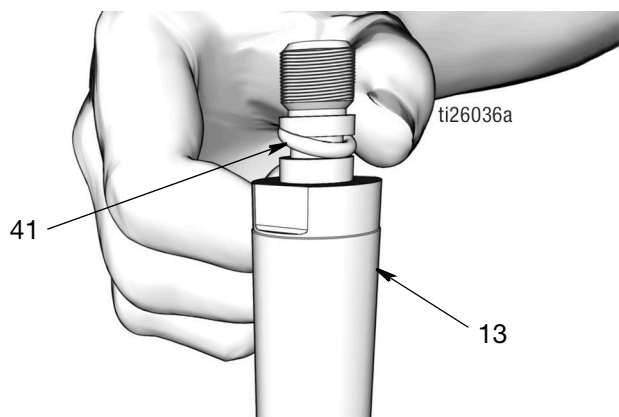

FIG. 47
- Utiliser un chiffon propre pour essuyer la tige de piston (13) et le piston (6) et supprimer toute saleté ou tout contaminant. Examiner les surfaces et rechercher d'éventuels rayures ou dégâts. Remplacer les pièces endommagées.
- Appliquer une mince couche de graisse sur le joint torique (41). Monter le joint torique sur les gorges de la tige de piston (13) (Fig. 47).